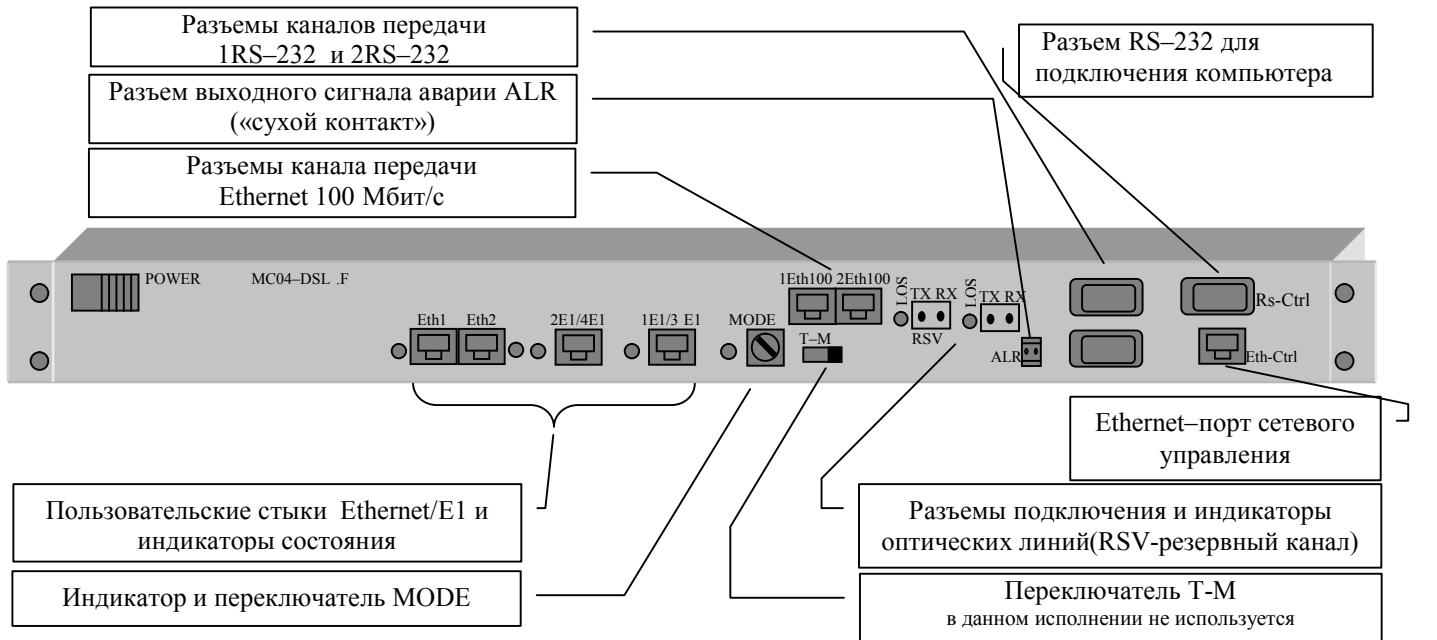

Рис. 1. Модем в корпусе 1U.
5.1.1. Лицевая панель модема и модем–мультиплексора приведена на рис.1 и 2.